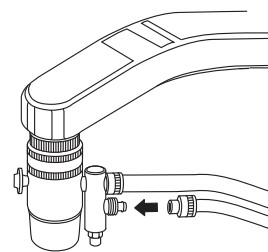

Fig. 8
- Presione firmemente** el tubo grande de la manguera sobre el conector grande y el tubo pequeño sobre el conector pequeño (Fig. 8).